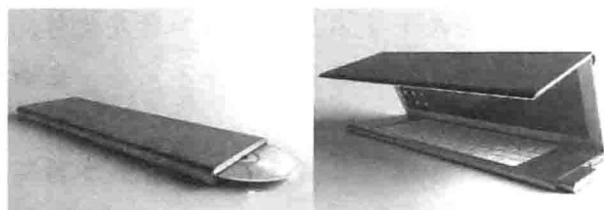

图 1-4 折叠式笔记本电脑
③ 折叠式笔记本电脑。设计师 Niels van Hoof 设计了一款全新的折叠式笔记本电脑——Feno，它除了能像普通电脑一样将键盘与屏幕折叠外，柔性 OLED 屏幕的加入使它还可以从中间再折叠一次。这样使它更加小巧、携带方便。它还配备了一个弹出式无线鼠标，轻轻一按，即能弹出使用，如图 1-4 所示。